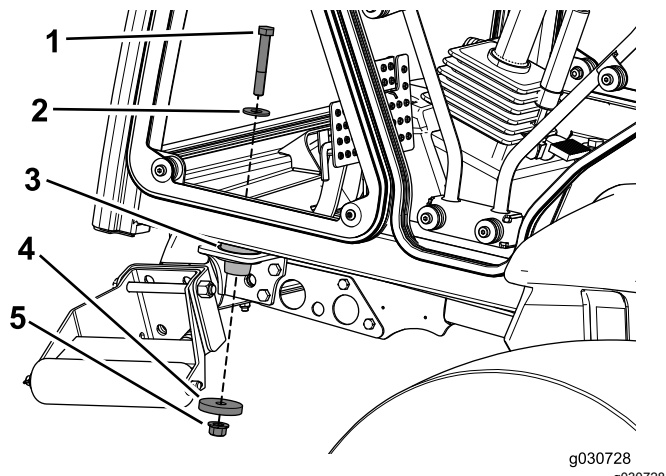

図 29
5. ボルト $\frac{1}{2} \times \frac{3}{4}$ "、ワッシャ直径 $1\frac{3}{8}$ "、ワッシャ $2\frac{1}{4}$ "、ロックナット $\frac{1}{2}$ "を使って、キャブを前マウントに固定する 図 29。